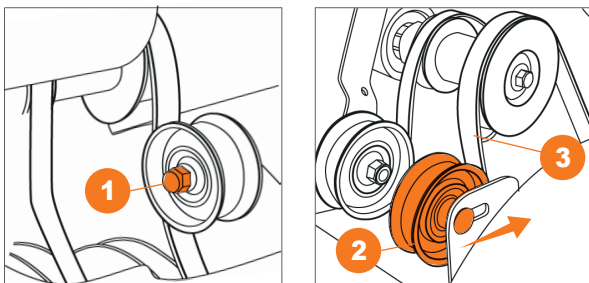

Рис. 21
- В случае если шнеки на снегоборочной машине не вращаются или перестают вращаться под нагрузкой и регулировка натяжения троса не дает результата, необходимо произвести натяжку приводного ремня при помощи изменения положения прижимного ролика (Рис. 21).
- Ослабьте гайку ①, крепления ролика натяжения ремня.
- Переместите ролик ② в сторону ремня, но не допускайте его касания с ремнем и затяните гайку.